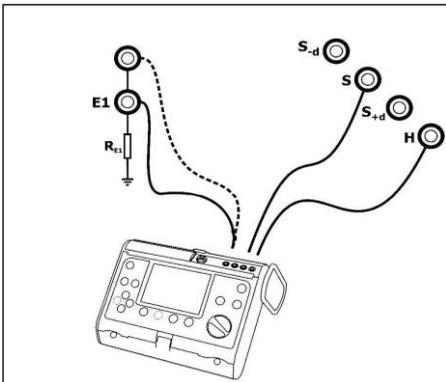

Abb. 8. Anschließen des Messgeräts
- Schließen Sie das Erdungswiderstandsmessgerät (MRU-XXX) wie in Abb. 8 gezeigt an die Buchsen an,